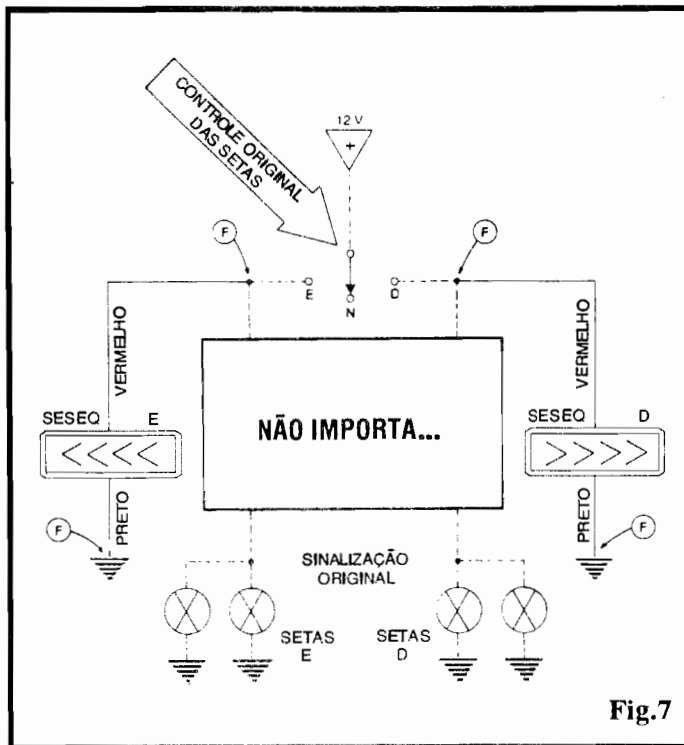

Fig.7
- FIG. 7 - UMA DAS POSSIBILIDADES DE INSTALAÇÃO ELÉTRICA...